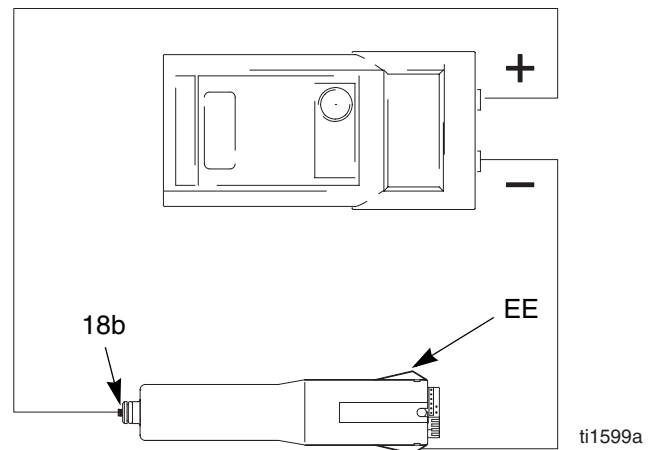

Abb. 18. Überprüfung des Hochspannungserzeuger-Widerstands
2. Den Hochspannungserzeuger (18) ausbauen, Seite 46.
3. Den Turbinengenerator (19) vom Hochspannungserzeuger abnehmen, Seite 47.
4. Den Widerstand zwischen den Erdungstreifen (EE) des Hochspannungserzeugers und der Feder (18b) messen. Siehe ABB. 18.